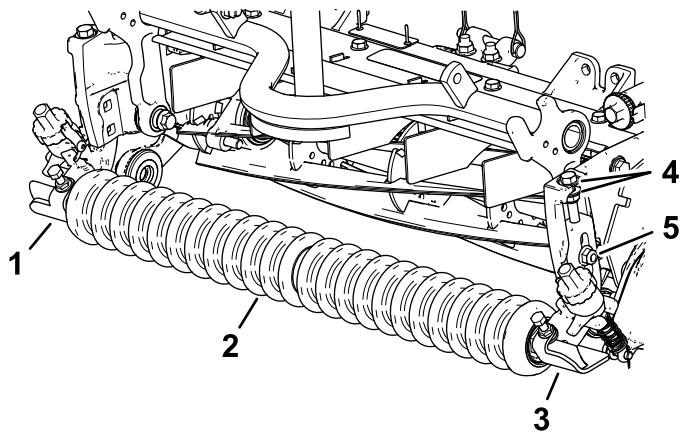

Figura 11
- Instale sem apertar os conjuntos do suporte da altura de corte esquerdo e direito e o conjunto do rolo frontal nas placas laterais da unidade de corte utilizando os parafusos de carroçaria anteriormente retirados (Figura 11).